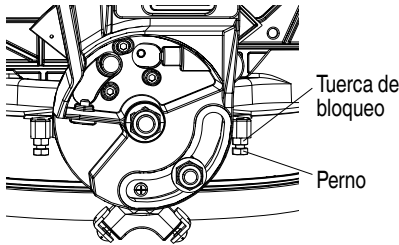

Fig. 21
- (2) Afloje la empuñadura de bloqueo del bisel e incline la carcasa de engranajes totalmente hacia la izquierda.
- (3) Utilizando una herramienta combinada, verifique si la hoja está en 45° con respecto a la mesa.
- (4) Para realizar el ajuste, incline la carcasa de engranajes a 0°, afloje la tuerca de bloqueo y gire el perno hacia dentro o hacia afuera para aumentar o reducir el ángulo como se visualiza en la Fig. 21.
- (5) Incline la carcasa de engranajes de nuevo hacia la izquierda, y verifique la alineación de nuevo.
- (6) Repita los pasos hasta que la hoja esté en 45° con respecto a la mesa. Una vez obtenida la alineación, apriete la tuerca de bloqueo y la empuñadura de bloqueo de bisel.